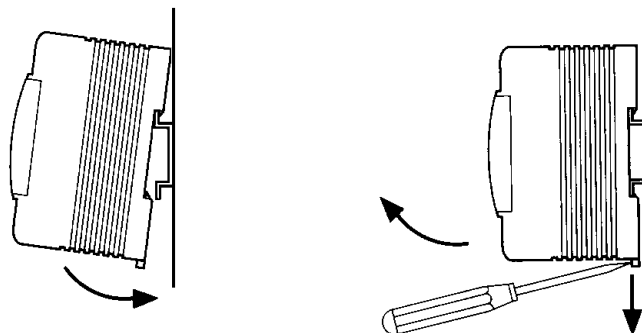
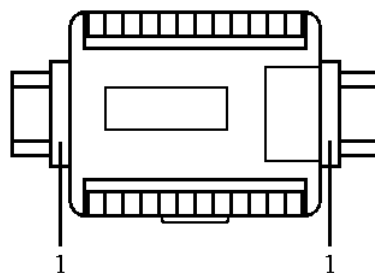

Figura A1.1 – Montagem e desmontagem do autómato em calha.
Figura A1.2 – Batentes de bloqueio.
A montagem do autómato é na vertical, figura A1.1. no entanto, também são possíveis, em algumas marcas/modelos, outras posições de montagem. Para informação detalhada consultar os respectivos manuais.
- Calha DIN com perfil simétrico – figura A1.1 – sendo, neste caso, necessário dois batentes de bloqueio (1) nas faces laterais do autómato, figura A1.2.